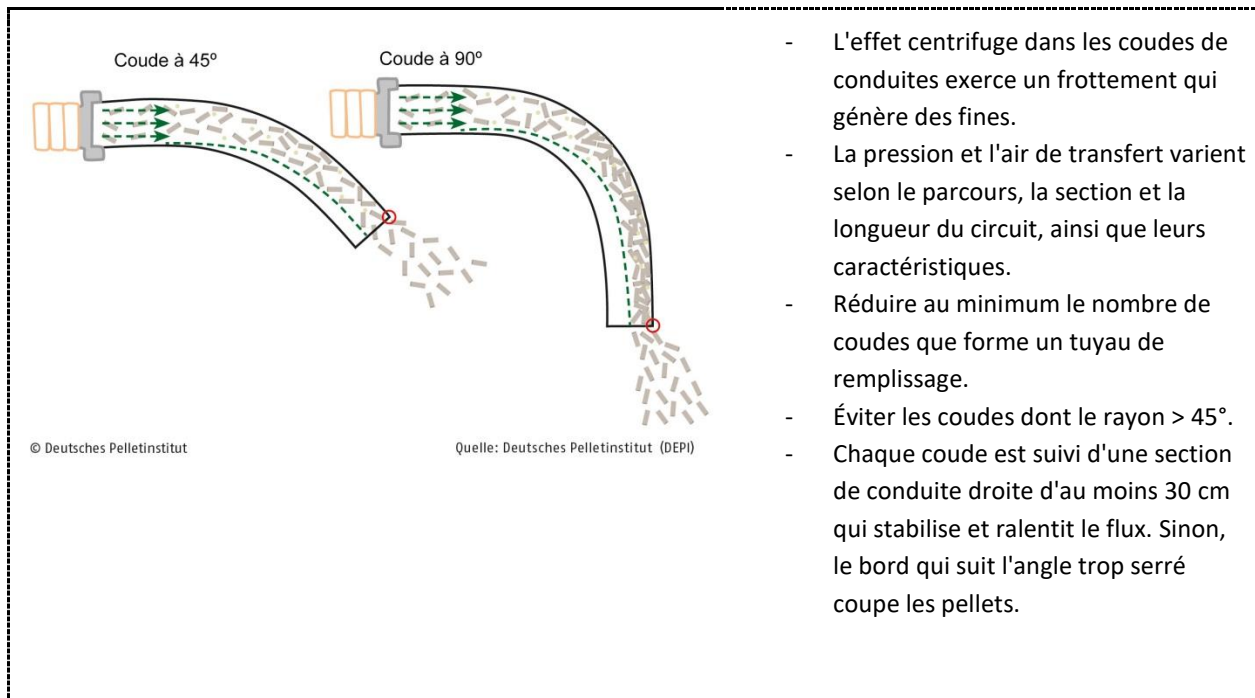

Figure 12: Schéma de déchargement des pellets en fonction des coudes différents
- La conduite de soufflage présente une section finale droite d'au moins 30 cm à 50 cm pour empêcher la formation d'une turbulence dans le débit des granulés, qui les diffuserait à la sortie selon un angle trop important (voir Figure 12).